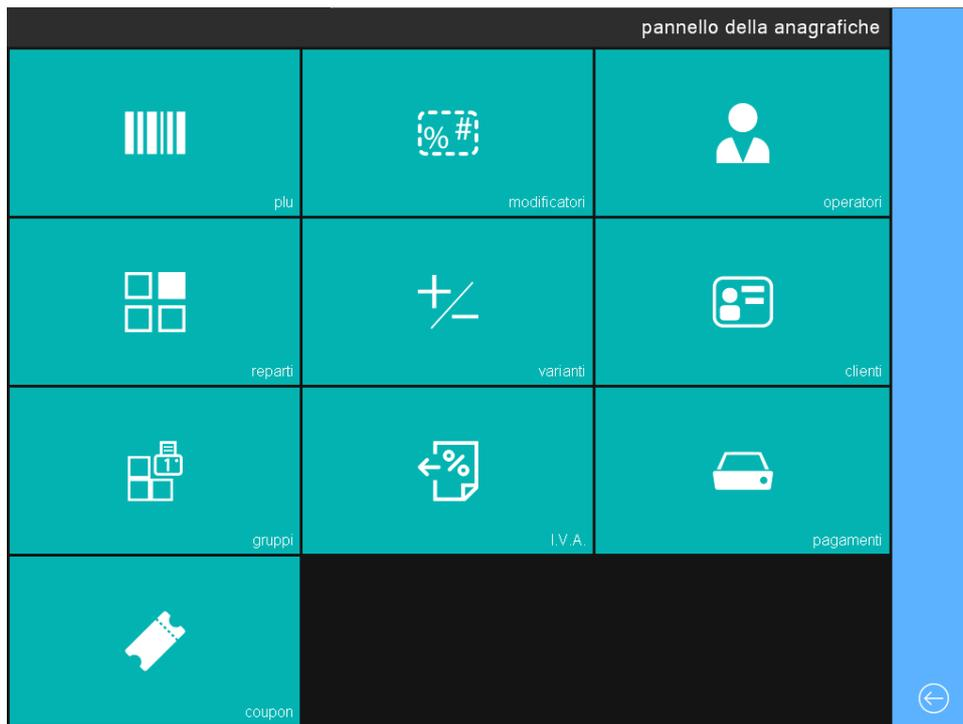

Figura 6: Pannello di Programmazione delle Anagrafiche
In questo modo si ha accesso al *Pannello di Programmazione delle Anagrafiche* (Figura 6).
2. Entrare nel *Pannello di Programmazione delle Anagrafiche* (Figura 6)
3. Entrare nel *Menu di Programmazione degli Operatori* premendo il tasto **Operatori** (Figura 6).
2. Entrare nel *Pannello di Programmazione delle anagrafiche* (Figura 6)